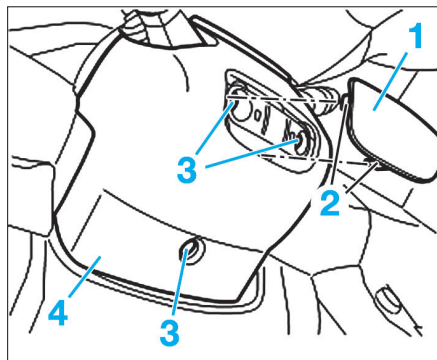

Fig. 2
- le couvercle (1) en dégrafant ces agrafes de fixation (2) (Fig.2),
- les vis de fixation (3),
- la coquille inférieure (4) de la colonne de direction,